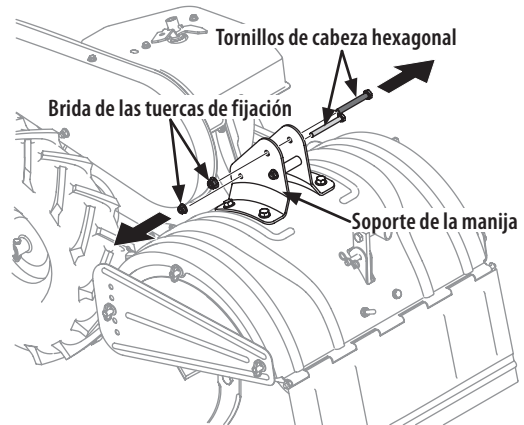

Figura 2
1. Retire los dos pernos superiores y las tuercas de seguridad con reborde de los soportes de montaje de la manija, pero no retire el perno y la tuerca inferiores. Vea la Figura 2.